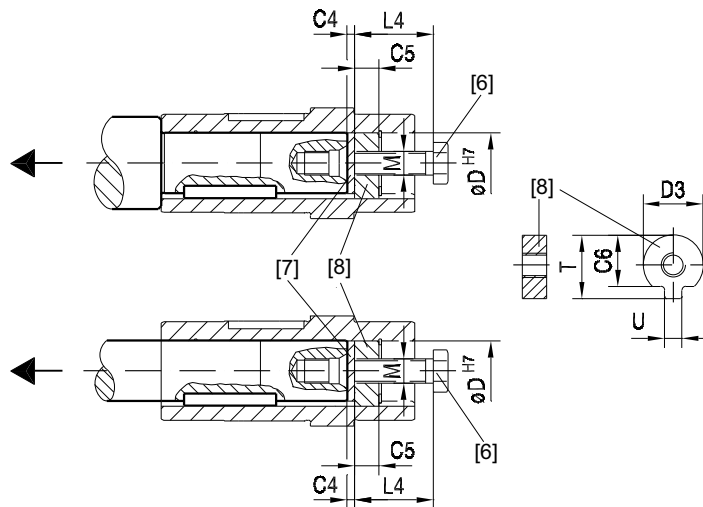

Bild 3: Demontage
3. Setzen Sie gemäß Bild 3 zwischen Kundenwelle [4] und Sicherungsring [3] die Abdrückscheibe [7] und die verdrehsichere Mutter [8].